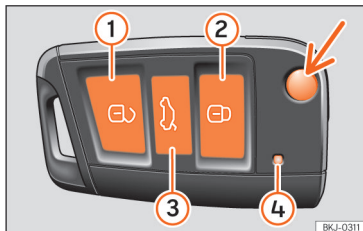

Abb. 46 Fahrzeugschlüssel für das Fahrzeug.
Zum Ein- und Ausklappen des Schlüsselbarts drücken Sie die Taste »» (Abb. 46) (Pfeil).
Durch kurzes Drücken einer Taste auf dem Fahrzeugschlüssel blinkt die Kontrollleuchte ④ »» (Abb. 46) einmal kurz, bei längerem Drücken blinkt diese jedoch mehrere Male, z. B. beim Komfortöffnen.